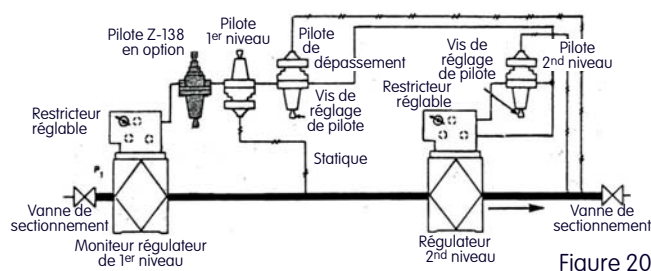

Figure 20
*2. Pour des applications à pression d'admission plus élevées, on peut ajouter un pilote de type Z-138 entre le distributeur et le pilote de 1er niveau comme indiqué en fig. 20, voir pilote gris